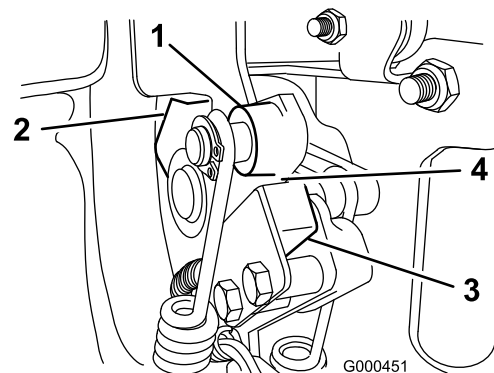

Figure 28
2. Engagez le levier de commande de déplacement jusqu'à ce qu'il touche la butée de point mort (Figure 28).
3. Desserrez les fixations du contacteur de sécurité (Figure 28).
4. Placez une cale de 0,8 mm entre le levier de commande de déplacement et le contacteur de sécurité (Figure 28).